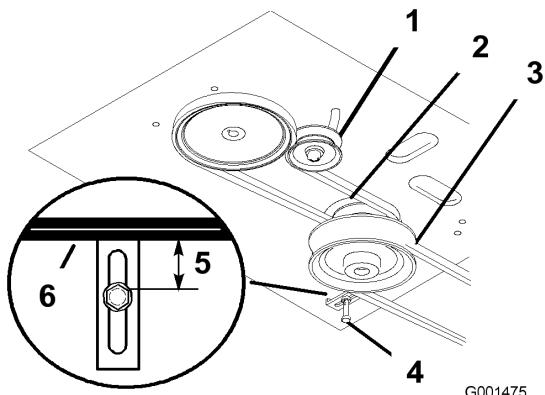

Figure 33
4. Enlevez la courroie du plateau de coupe (voir Remplacement de la courroie du plateau de coupe) (Figure 33).
5. Desserrez le boulon de pivot jusqu'à ce que la poulie de tension puisse coulisser dans la fente et déposez la courroie de transmission du moteur et des poulies d' entraînement (Figure 33).
6. Montez la courroie d'entraînement neuve sur les poulies de moteur et d'entraînement (Figure 33).
7. Insérez la poulie de tension dans le bâti du moteur pour tendre la courroie de transmission (Figure 33).
8. Installez la courroie du plateau de coupe (Figure 33).
9. Vérifiez que le guide de courroie sous le bâti du moteur est réglé correctement (Figure 33).
13. Vérifiez que le guide de courroie sous le bâti du moteur est réglé correctement (Figure 33).